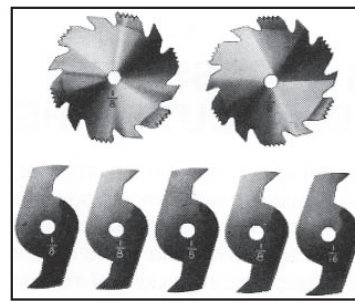
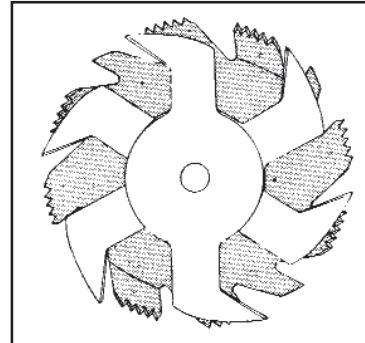
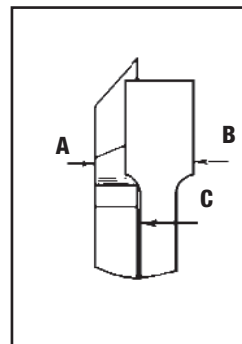

Fig. 44
Fig. 45
Fig. 46
1. Ranhurar é cortar um entalhe ou um sulco largo na peça. A maioria das fresas para ranhura é feita de duas serras externas e quatro ou cinco fresas internas (Fig. 44). Várias combinações de serras e fresas são usadas para cortar entalhes de 0,32 cm a 2,0 cm para a fabricação de prateleiras, juntas, espigas e respigas, entalhes, etc. As fresas são bem endentadas e devem ser dispostas de modo que estas endentações se encaixem nos dentes das serras externas, como mostra a Fig. 45. A sobreposição da serra e da fresa é mostrada na Fig. 46, (A) sendo a serra externa (B) uma fresa interna e (C) arruela(s) de papel, usada(s) conforme necessário para controlar a largura exata do entalhe. Um entalhe de 60 cm é cortado por duas serras externas. Os dentes da serra devem estar posicionados de modo que a endentação em uma serra esteja ao lado dos dentes de corte da outra serra.